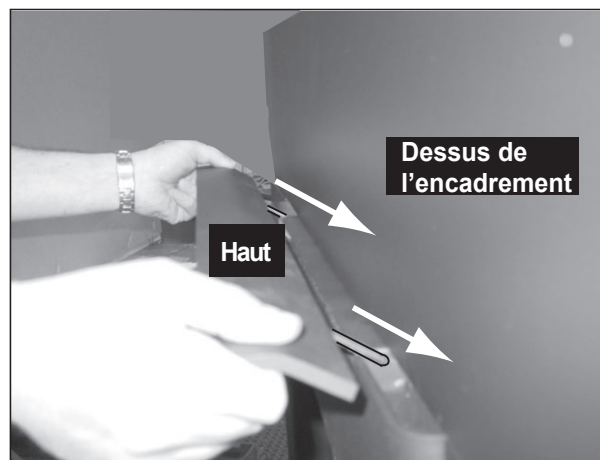

Figure 19.6
1. Mettre le couvercle en place en alignant les tiges dans les fentes (**Figure 19.6**).